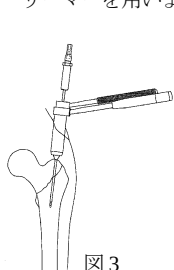
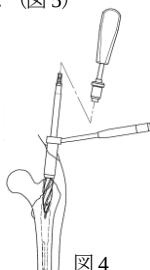
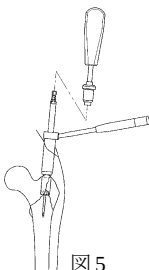

図3
図4
図5
- 3) プロキシマルリーマーを使用する場合は、スキンプロテクターにガイドピンスリーブを組み付け、3.2 ガイドピンの刺入後 (図3)、リーマー後端にグリップハンドルを接続し、リーミングします。 (図4) 大転子の骨折部付近にネイル挿入口を作成する場合には、クラウンリーマーを用います。 (図5)